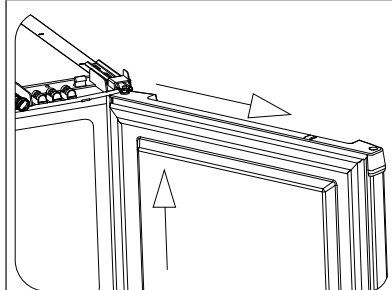
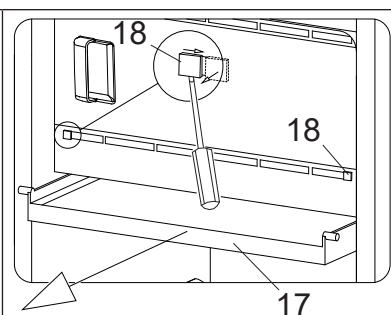

Рисунок 5
Рисунок 11
4. Снимите верхнюю дверь с оси среднего кронштейна. Для этого приподнимите и потяните ее на себя вместе с верхней петлей 4 (см. рис. 5).
1. После снятия двери (см. рисунок 5 и 8), движением на себя уберите поддон 17 (см. рисунок 11). Для моделей Бирюса 6, 10 отверткой подденьте и вытащите фиксаторы 18 слева и справа (см. рисунок 11).